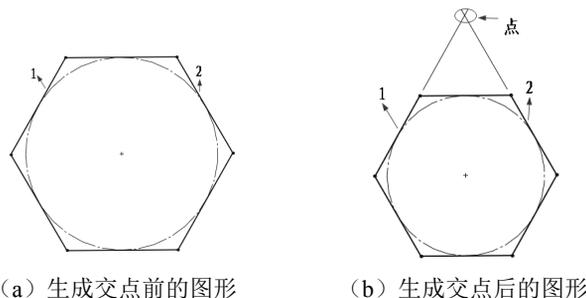

图 2-7 生成草图交点
以图 2-7 所示为例，生成图中直线 1 和直线 2 的交点，其中图 2-7 (a) 为生成交点前的图形，图 2-7 (b) 为生成交点后的图形。
(1) 打开随书电子资料中的源文件“生成草图中两条不平行线段的交点”，在草图绘制状态下按住 Ctrl 键，单击图 2-7 (a) 所示的直线 1 和直线 2。
(2) 选择菜单栏中的“工具”→“草图绘制实体”→“点”命令，或者单击“草图”选项卡中的“点”按钮，此时生成交点后的图形如图 2-7 (b) 所示。